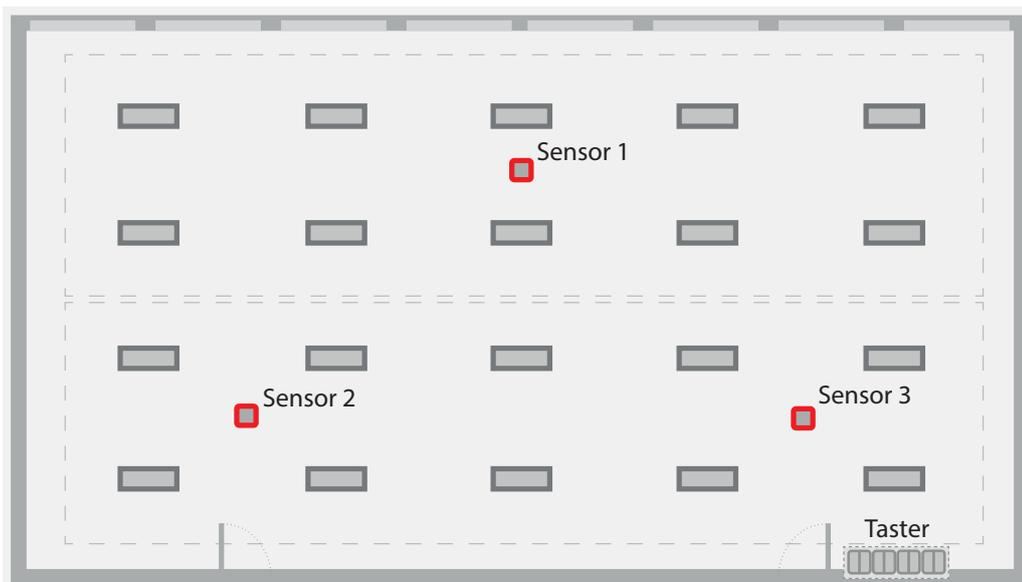

Abbildung 15:
- Sensor 1 wird Gruppe 1 (siehe Abbildung 15) für die tageslichtabhängige Regelung und beiden Gruppen für die Anwesenheitserfassung zugeordnet.